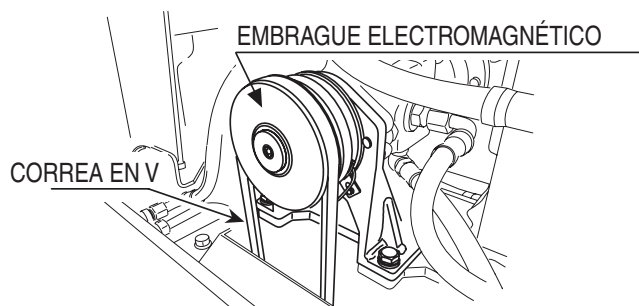

Figura 5. Revisión de la tensión de la correa en V
1. Revise si la correa en V está suelta. Cuando la tensión es baja, la vibración se debilita o la correa en V suele dañarse (Figura 5).